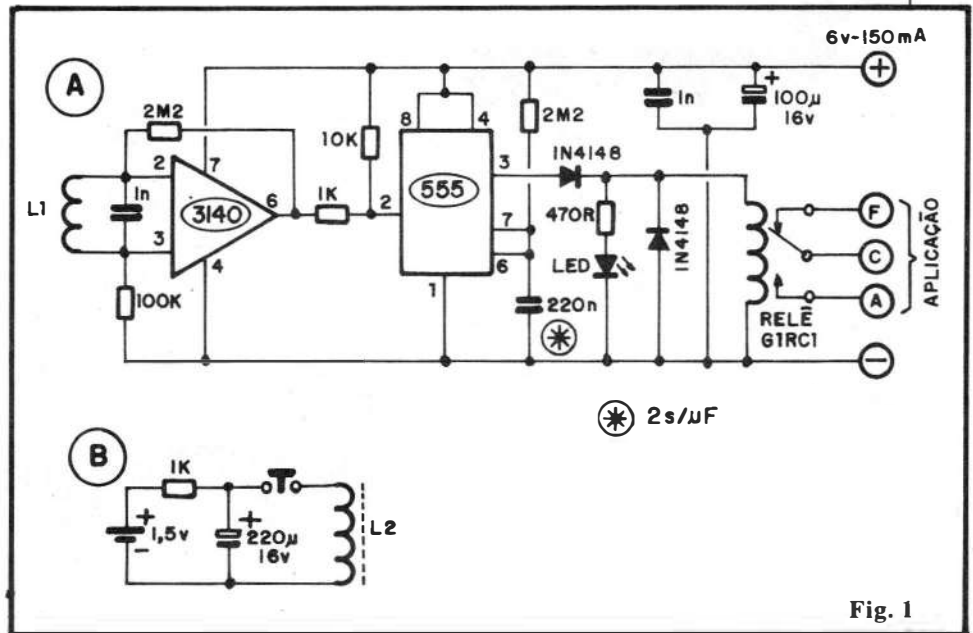

Fig. 1
mento e testes do Projeto, levou-se em consideração que - normalmente - luminárias com lâmpadas fluorescentes trabalham sob "wattagens" bem mais baixas (principalmente na iluminação de corredores ou áreas de uso coletivo em edifícios de apartamentos...). Na solução do seu problema, recomendamos as seguintes experiências: colocar **starters** novos nas luminárias e/ou modificar o valor do capacitor de **gate** original do TRIAC (100n no projeto básico da MIPCOB). Tente, inicialmente, valores de 47n e 220n... Detetado o sentido da "melhora", volte a modificar o valor, até obter um acionamento mais firme das lâmpadas. Em último caso, tente agir sobre a elevada frequência de **clock** (gerada, no circuito do MIPCOB pelo **gate** do 4093 delimitado pelos pinos 8-9-10 - fig. 1 - pág. 12 - APE 15), modificando experimentalmente o capacitor original de 2n2, inicialmente dentro da faixa que vai de 1n a 4n7, verificando se a melhora ocorre com a modificação "para menos" ou "para mais" e, em seguida, procurando adequar um valor que mostre o acionamento mais perfeito. Para finalizar, verifique se as luminárias que pretende controlar, em funcionamento normal (acionadas por interruptores) também não apresentam o mesmo comportamento instável na partida (isso é **muito** comum em instalações velhas...). Se isso ocorrer, obviamente que a "culpa" **não** é da MIPCOB! Tratar-se-á de um defeito inerente à "idade" dos reatores, que devem ser substituídos!
Realmente, Tércio, o desempenho do MALOSA (modéstia à parte...) é **muito** bom, desde - obviamente - que seja usado para o fim descrito no artigo original e dentro dos esquemas de ligação propostos em APE 14! Você mesmo já identificou onde está o seu erro: no casamento de impedâncias! A rede original de entrada do MALOSA foi dimensionada para sinais de **baixa** impedância e **alto** nível (normalmente encontrado nas "saídas para falante" de qualquer equipamento de áudio...), enquanto Você tentou ligá-lo numa fonte de sinal com impedância **alta** e nível relativamente **baixo**! Para um perfeito desempenho, Você terá que fazer pequenas alterações nessa rede de entrada, conforme sugere a fig. B. Primeiro elimine o resistor original de 1K (marcado com um asterísco dentro de um quadradinho, na fig. 1 - pág. 8 - APE 14), simplesmente **não o colocando** na placa. Elimine também o resistor original de 4K7 (marcado com um asterísco dentro de um pequeno círculo, na mesma figura mencionada...), porém, nesse caso, substituindo-o, na placa, por um **jumper** (pedaço de fio). Com tais providências, o potenciômetro original de 100K (volume) ficará praticamente "sozinho" na determinação da impedância de entrada do MALOSA, além do que o nível de atenuação do sinal será drasticamente "maneirado". Para uma melhor "passagem" de frequências, dentro dessa nova utilização, substitua também o capacitor eletrolítico de entrada original (10u) por um de 4u7 (asterísco num quadradinho, na fig. B). Finalmente, para inserir um controle de
A fig. 1 mostra, em (A) o esquema do Módulo de Recepção e Comando e em (B) o diagrama da "chave" eletro-magnética portátil. Analisemos primeiramente a "chave" (fig. 1-B) que não poderia ser mais simples (a idéia é justamente reduzir os componentes ao mínimo absoluto, para "ganhar" portabilidade...).
O Módulo de Recepção (fig. 1-A) é também simples. Seu bloco de entrada está estruturado em torno de um Integrado CA3140 (Am-